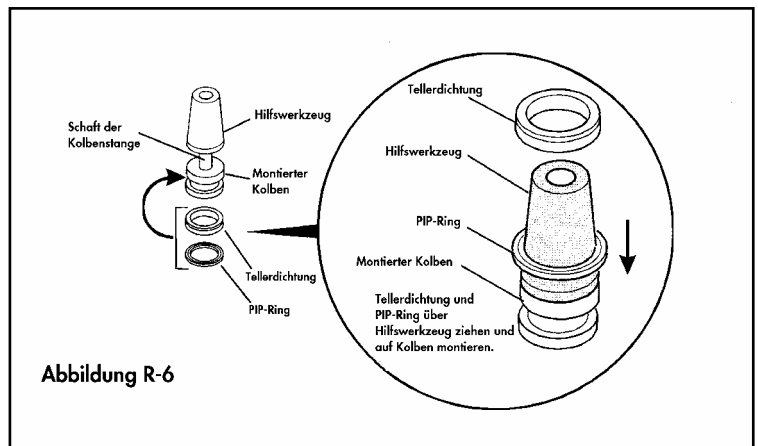

Abbildung R-6
2. Abb. R-6 zeigt, wie der neue PIP-Ring und die neue Tellerdichtung mit Hilfe des Hilfswerkzeuges auf den Kolben aufgebracht werden. Positionieren Sie den Kolben mit dem weissen Kunststoff nach unten auf eine ebene Oberfläche. Ziehen Sie das Hilfswerkzeug mit dem grösseren Durchmesser voran über die Kolbenstange. Fetten Sie die neue Tellerdichtung und den neuen PIP-Ring sowie das Hilfswerkzeug leicht ein. Mit der gerillten Seite nach oben zeigend, ziehen Sie den PIP-Ring über das Werkzeug und in die Rille des Kunststoffkolbens. In gleicher Weise montieren Sie die Tellerdichtung, aber mit der Rille nach unten zeigend. Entfernen Sie das Hilfswerkzeug anschliessend wieder von der Kolbenstange.